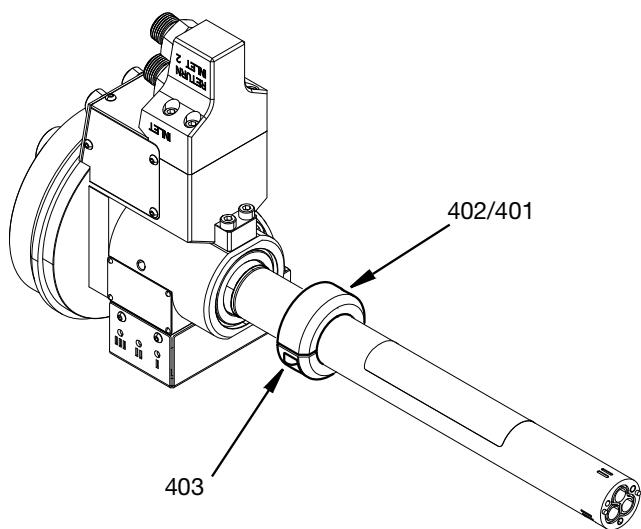

FIG. 16
8. Com o adaptador retirado do corpo central, desapertar os dois parafusos M5 (403) e retirar o conjunto do anel de bloqueio (401) com arruela (402). Consulte a FIG. 16.